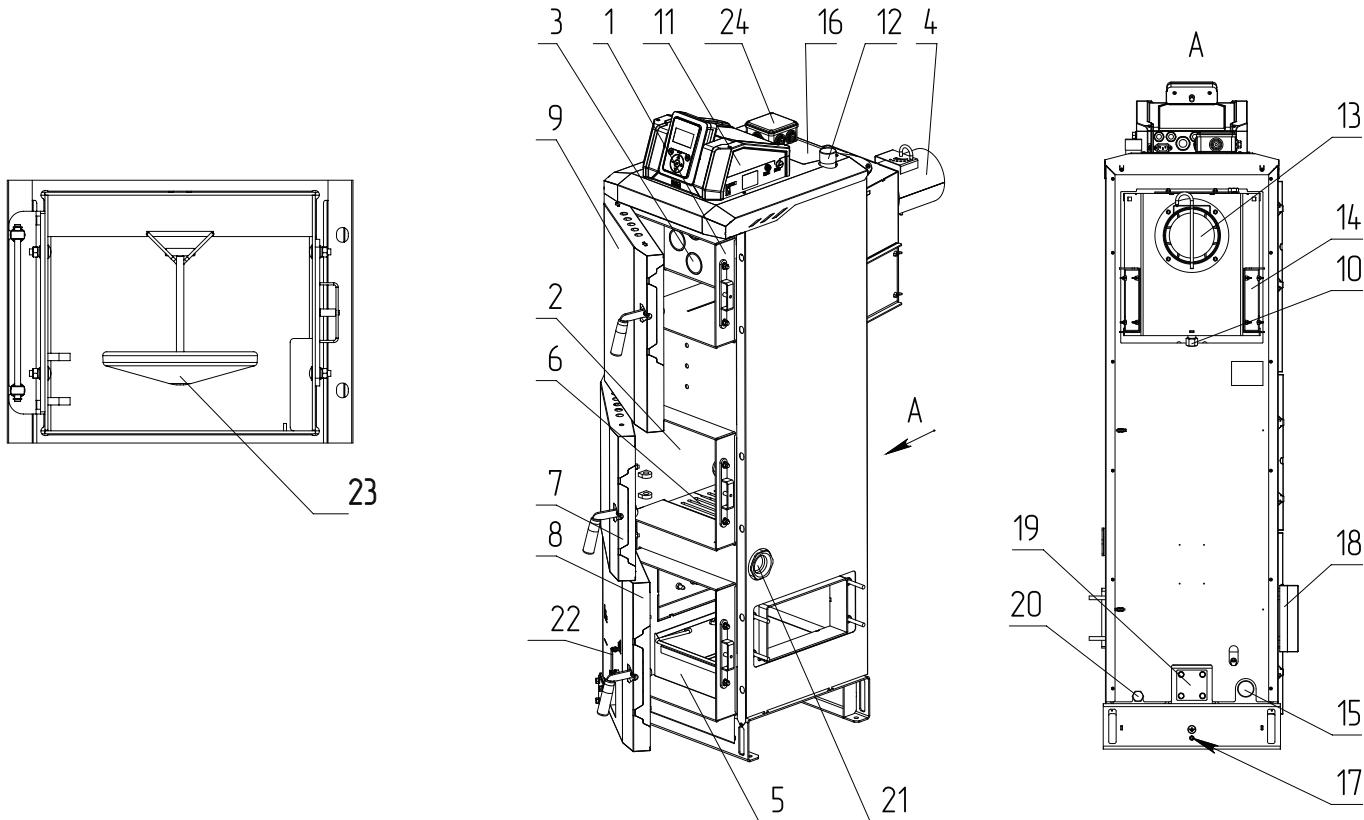

Рис.2 Конструкция теплообменника котла ZOTA Pellet Black
- Эксплуатировать котел без установленного зольного ящика (**Рис.2, поз.4**);
В котлах ZOTA Pellet Black есть возможность установки комплекта золоудаления вместо заглушки (Рис.2, поз.19). Комплект золоудаления не входит в базовую комплектацию и приобретается отдельно. QR-код на покупку Вы можете найти в Таб.5.